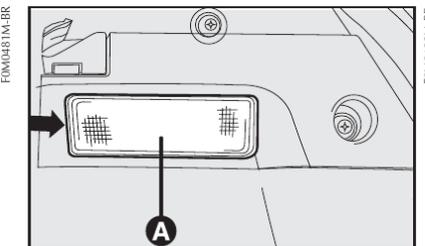

fig. 29
### PLAFONIERA DO PORTA-MALAS - fig. 29 e 30
- extrair a plafoniera **A-fig. 29** forçando
- montar o plafoniera **A-fig. 29**, introduzindo-o na sua correta posição, primeiro de um lado e depois no outro lado até perceber o bloqueio.